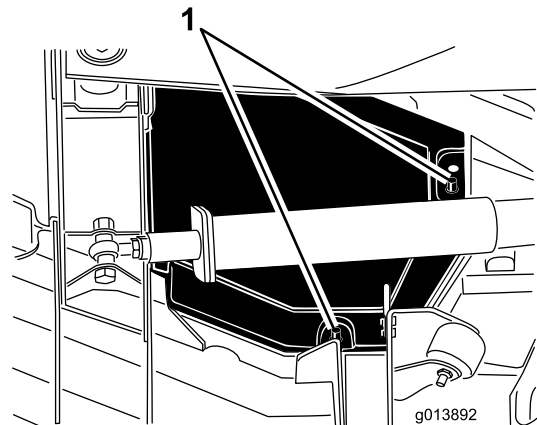

Bild 66
4. Heben Sie die hinteren und inneren Abdeckungskanten von den Befestigungsstreben (Bild 66).